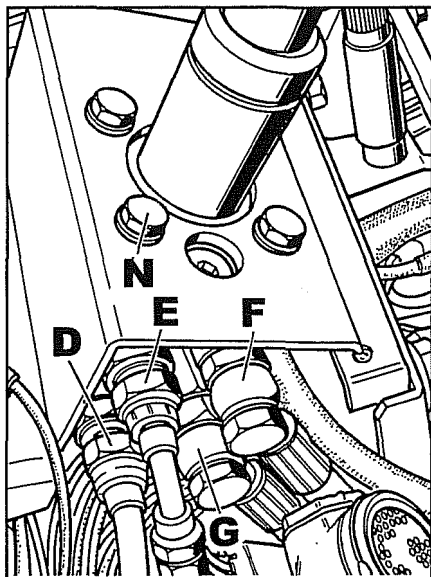

Fig. 60
2. Contrassegnare quindi scollegare i tubi **D-E-F-G** fig. 60. Togliere le viti **N** separando il piantone sterzo dalla sottostante idroguida.